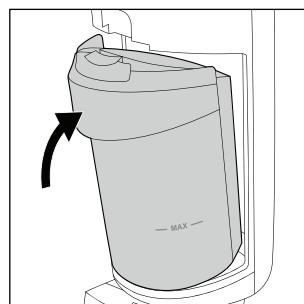

Rys. 28
- ♦ Po wyschnięciu wszystkich elementów włóż filtr zanieczyszczeń 10 ponownie do pokrywy zbiornika na brudną wodę 9 (patrz rys. 28).